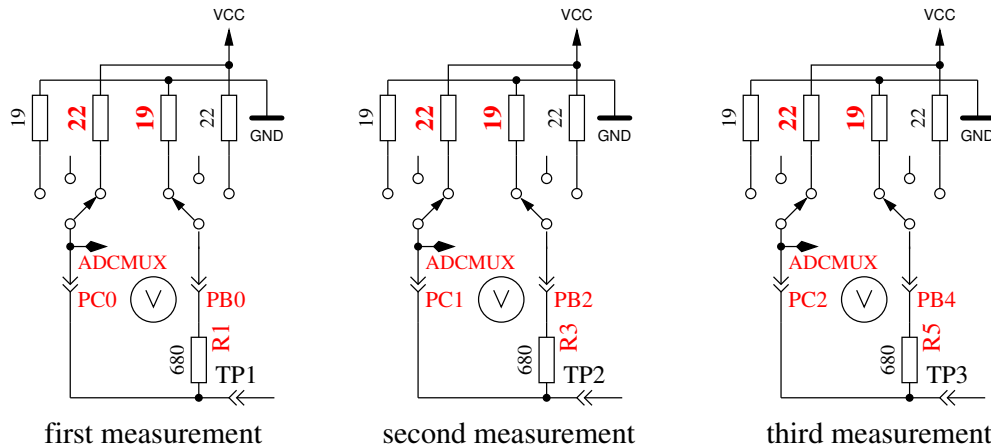

Abbildung 5.44: Messung des Innenwiderstandes des auf VCC geschalteten Port-C-Ausgängen.
8. **Messung des Innenwiderstandes von auf VCC geschalteten Port-Ausgängen.** Der benötigte Strom wird von auf GND geschalteten 680Ω-Widerständen geliefert. Es ist die gleiche Messung wie die in Test 7 zur anderen Seite, wie in Abbildung 5.44 gezeigt wird. Der Innenwiderstand wird wie folgt berechnet: $(5001 - (ErgebnisvonTest7) - (ErgebnisvonTest8)) / 680$. Die Widerstandswerte ergeben sich, wenn die gemessene Spannung durch diesen Strom dividiert wird. Der gefundene Mittelwert der Innenwiderstände der Ausgabe-Ports wird im EEprom festgehalten. Das Ergebnis für diesen Test wird dann in Zeile 1 mit dem Text „RI_Hi=“ in Ω angezeigt, der Innenwiderstand zur GND-Seite wird in Zeile 2 mit dem Text „RI_Lo=“ angezeigt. Diese Werte stehen dann für weitere Messungen zur Verfügung.